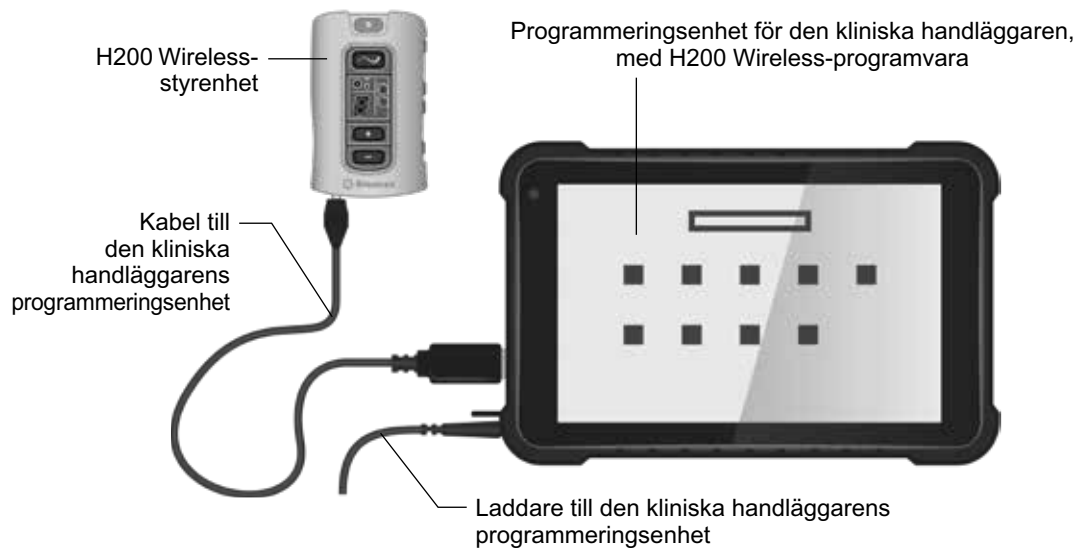

Bild 7-2: H200 Wireless-styrenhet ansluten till den kliniska handläggarens programmeringsenhet
2. Anslut kabeln till den kliniska handläggarens programmeringsenhet till porten för ingående/utgående signal på styrenheten. Se bild 7-2.